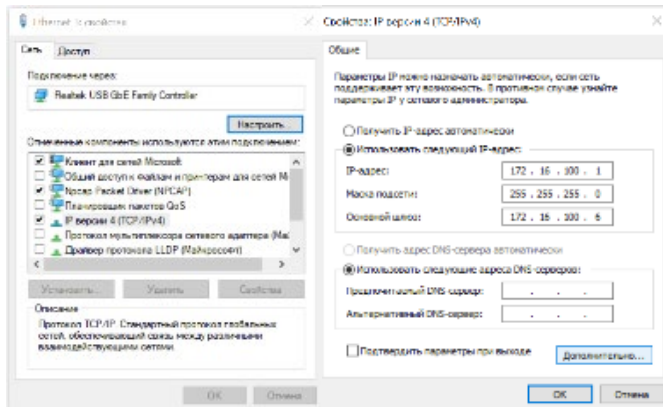

Рисунок 10 – Сетевые настройки
- 4) Установить на ПК следующие сетевые настройки (Рисунок 10):